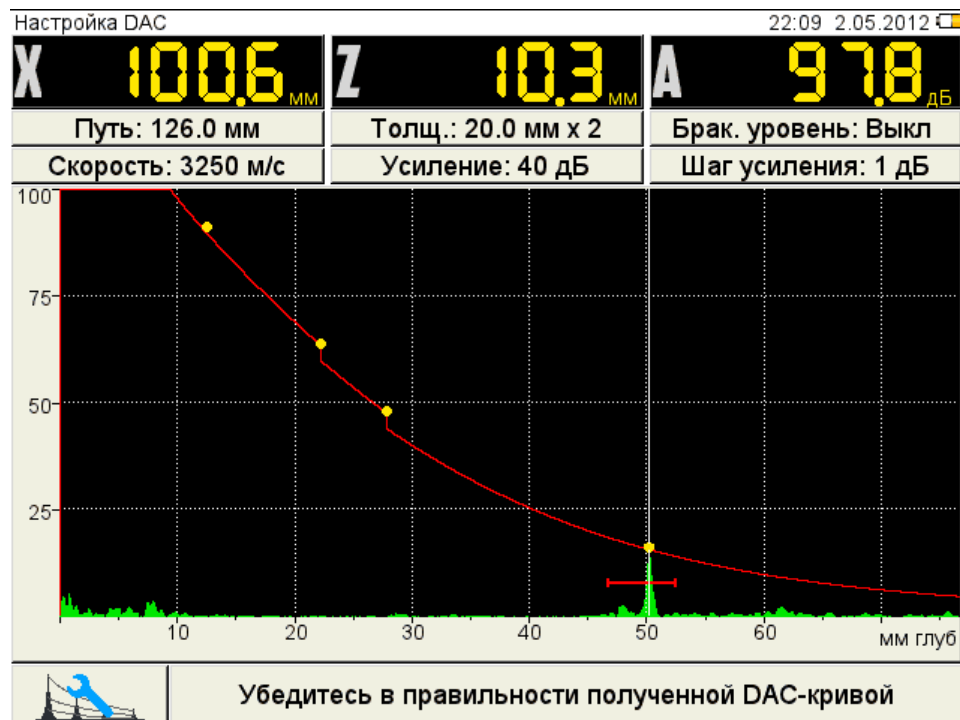

Рисунок 50
–нажать  для построения кривой (рисунок 50).